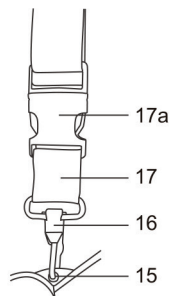

Fig 5
1. Coloque el arnés (17) sobre uno de los hombros.
2. Enganche el clip (16) del arnés (17) en el orificio para colgar (15), ubicado en la parte superior de la unidad del motor. (Ver Fig. 5)